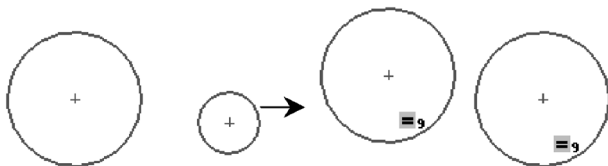

图 2-175 添加相等几何关系
- 相等几何关系 ：使选取的图形元素等长或等径，如图 2-175 所示。